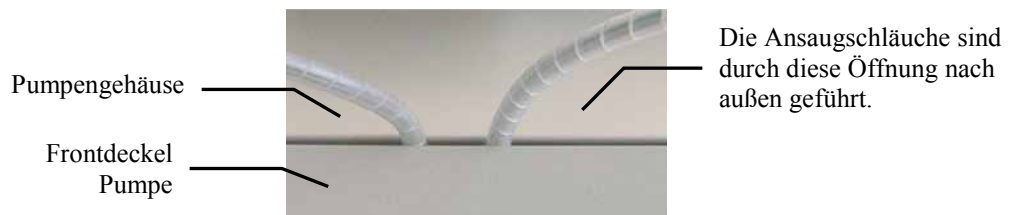

Abb. 10: Vormontierte Ansaugschläuche (hier an einer DGP-3600)
1. Führen Sie, falls erforderlich, die Ansaugschläuche durch den Öffnungsspalt zwischen dem Pumpengehäuse und dem Frontdeckel nach außen (→ Abb. 10).